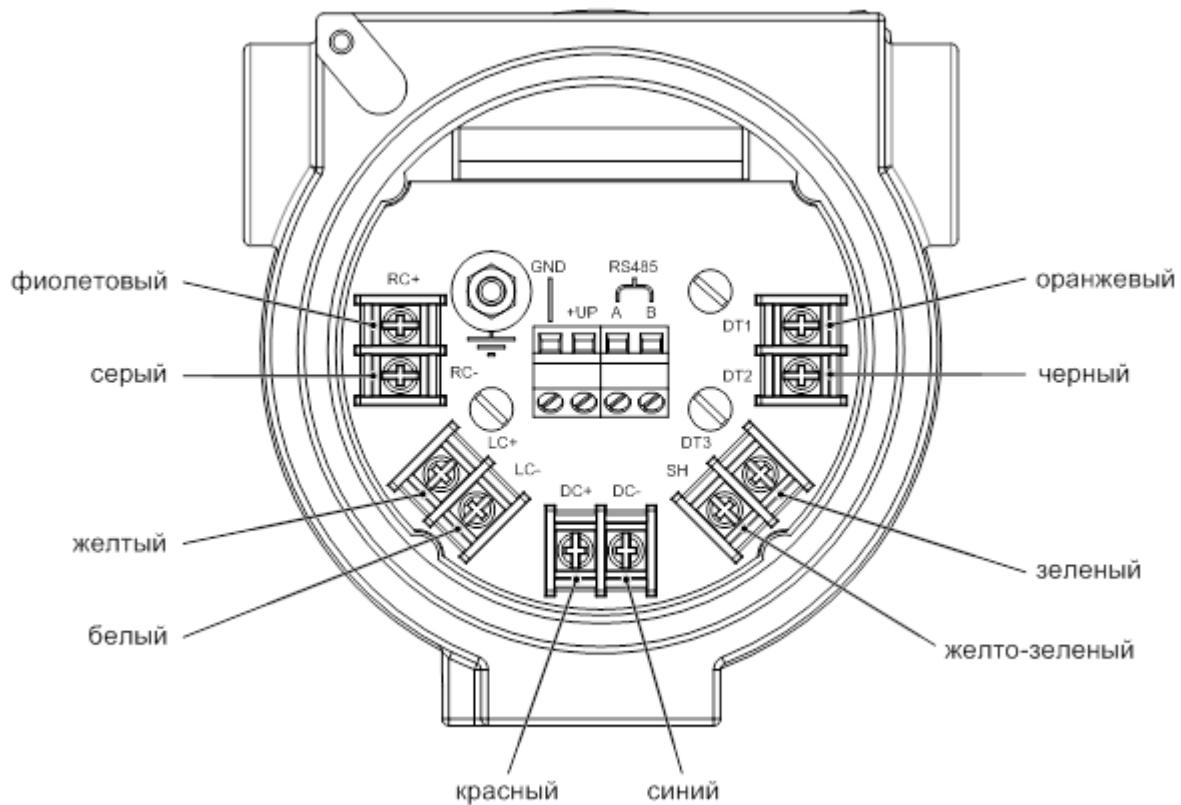

Рисунок 2.6 – Клеммная колодка для подключения специального кабеля¹.
- 5) Зажмите девять проводов кабеля в клеммные колодки в соответствии с цветами изоляции (рисунок 2.6), зажмите экранный проводник (прилож. Е) в клемму SH;
5) Зажмите девять проводов кабеля в клеммные колодки в соответствии с цветами изоляции (рисунок 2.6), зажмите экранный проводник (прилож. Е) в клемму SH.
11) Зажмите четыре провода кабеля в клеммные колодки так, чтобы одна витая пара была подключена к клеммам «RS485 A, B», вторая витая пара должна быть подключена к клеммам «+UP» и «GND» (рисунок 2.6). В исполнении по компоновке I кабель уже подключен к цепям в МП по следующей схеме:
12) Подсоедините экранирующий проводник кабеля к винту заземления внутри корпуса ИМ (рисунок 2.6);
- 5) Зажмите четыре провода кабеля в клеммные колодки в соответствии со схемой монтажа, выбранной в п.2.2.10 (рисунок 2.6);
- 6) Если для подключения используется экранированный кабель, подсоедините экранировку к винту заземления внутри корпуса клеммной коробки (рисунок 2.6);